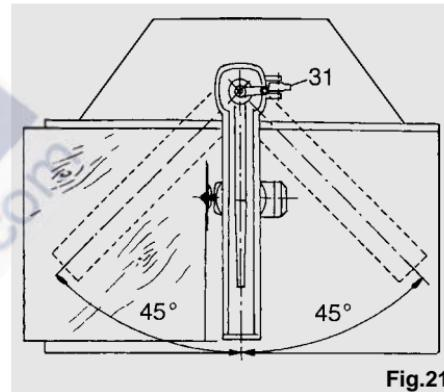

Fig.21
- Wie in Abb.21 gezeigt den Arm auf  $0^\circ$  stellen und die Drehung durch Einschub des Hebels (31) in die entsprechende Aussparung blockieren.
- Ein Brett gegen die Anschlageiste legen und über die gesamte Länge des Wagenlaufes sägen. Überprüfen, ob der Schnitt rechtwinklig ist (siehe Abb.21).